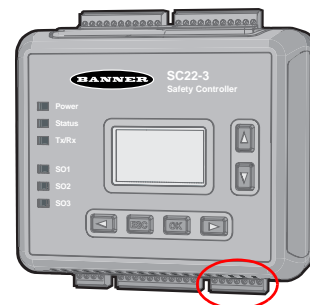

Figure 25 Bornier des sorties de sécurité
- 2) En se référant à la Figure 25 en page 71, vérifier que le connecteur à 7 broches n'est pas branché au contrôleur de sécurité SC22-3 pour s'assurer que les sorties de sécurité SO1 (A et B), SO2 (A et B) et SO3 (A et B) ne sont pas raccordées à la machine.